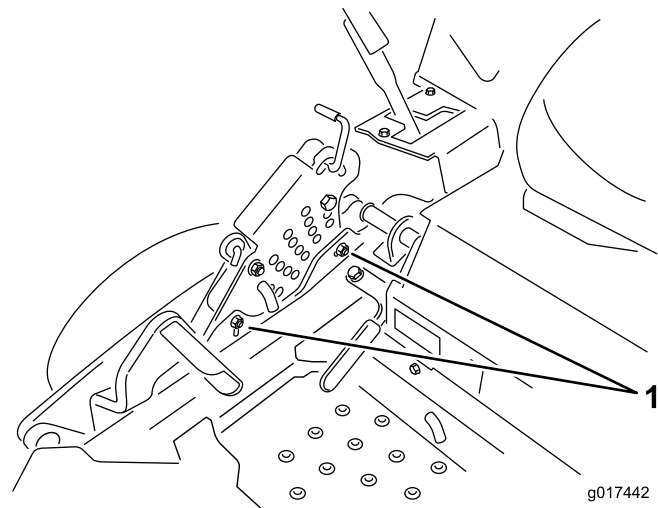

Figure 75
12. Pour régler le système monopoint, desserrez les 2 boulons au bas de la plaque de hauteur de coupe (Figure 75).
14. Serrez les 2 boulons au bas de la plaque de hauteur de coupe (Figure 75).